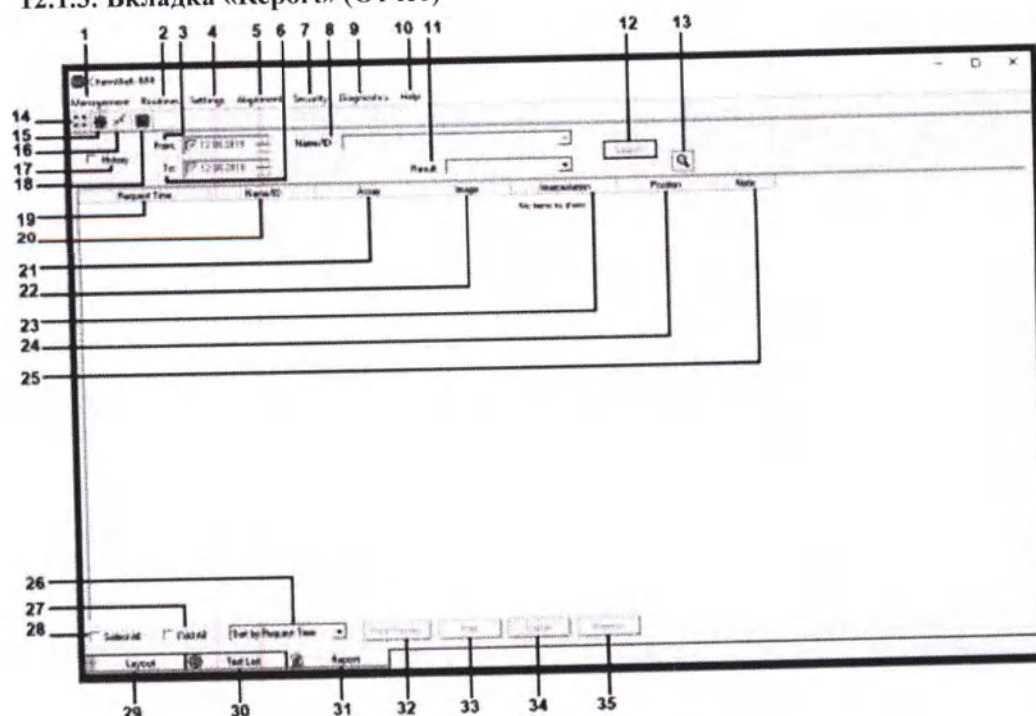

Рисунок 14. «Report» (Отчет).
- «Report» (Отчет) (Рисунок 14).